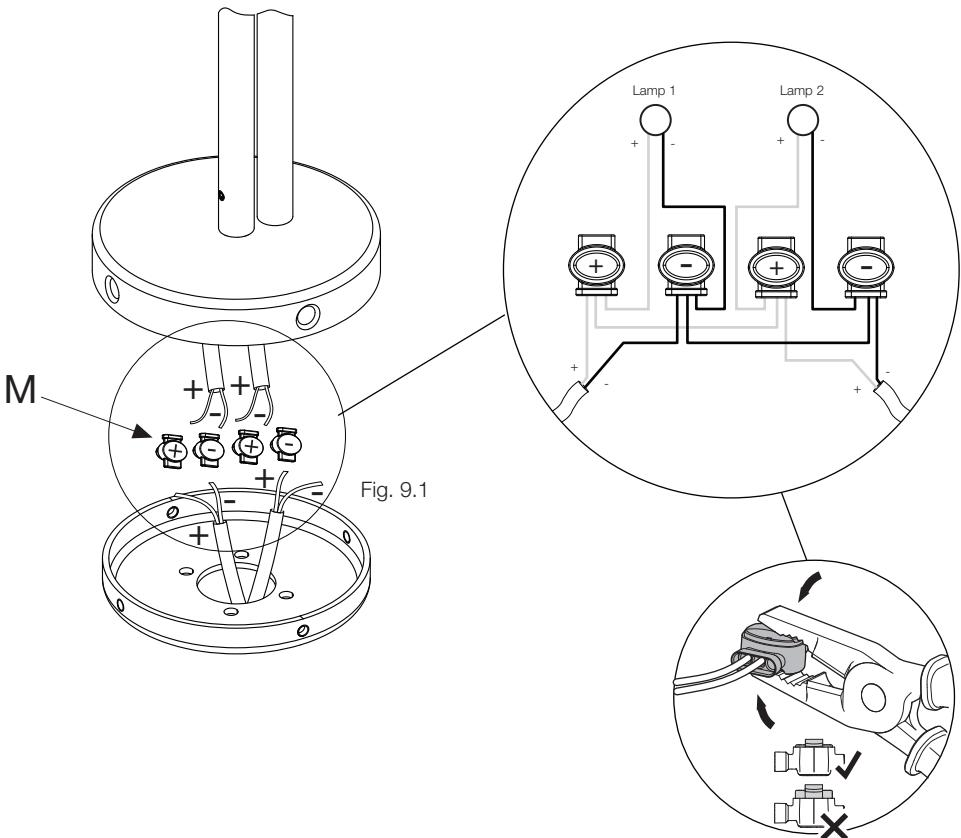

Fig. 9.1
9. Make the connections in the connectors (M). Connect the cables according to their polarity as shown in Figure 9.1. Once the connections are made, tighten the connector with the pliers.
9. Effectuez les raccordements au niveau des connecteurs (M). Branchez les câbles en respectant la polarité comme illustré sur la figure 9.1. Une fois les raccordements terminés, serrez le connecteur à l'aide des pinces.
9. Kabel an die Steckklemmen (M) anschließen. Beim Anschließen der Kabel auf die Polung achten, wie in Abb. 9.1 dargestellt. Nach dem Anschließen der Kabel die Steckklemme mit der Zange zusammendrücken.